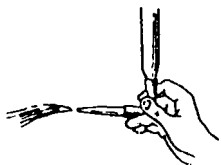

图 1-26 逐去气泡
(2)装液和排气泡 洗净的滴定管在装液前还应用滴定液清洗 $2\sim 3$ 次,并直接向滴定管内注入溶液。而装管时溶液先要装到管的零刻度线以上,然后转动活塞或挤压橡皮,让液体流出一部分,观察下端尖端部分有无气泡。若有气泡,一定要排除,其方法是 酸管则将管体倾斜约 30° ,然后迅速打开活塞,让溶液冲出而排尽气泡;碱管则将乳胶管向上弯曲,用手挤压乳胶管,让液体冲出而排气,如图 1-26。